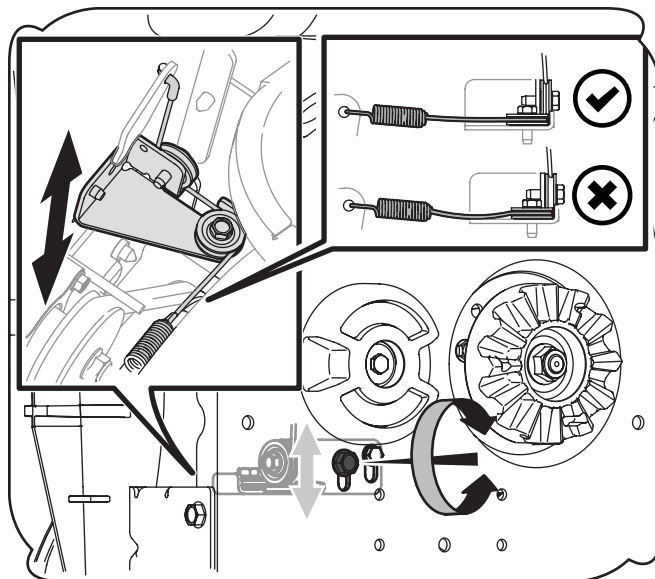

Figura 6-2
3. Observando la placa de montaje posterior del accesorio quitanieve, afloje (*pero no extraiga*) el tornillo hexagonal izquierdo que se muestra en la Figura 6-2.
4. En el frente de la placa de montaje, mueva la guía tensora del cable hacia arriba o abajo para eliminar la holgura del cable de transmisión de la barrena. Consulte el recuadro izquierdo de la Figura 6-2.
Nota: Asegúrese de que el ajuste no aplica ningún tipo de presión sobre el cable y el brazo del actuador. Este ajuste se realiza simplemente para eliminar el exceso de holgura del cable de la barrena como se indica en el recuadro izquierdo de la Figura 6-2.